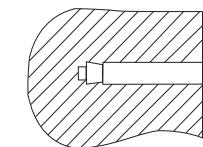

Рис. 5
2. После выбора места монтажа определите места под два крепежных болта с крюками (в зависимости от спецификаций выбранного изделия). Проделайте в стене два отверстия необходимой глубины с помощью сверла размером, соответствующим размеру крепежных болтов, вставьте винты, поверните крюк вверх, плотно затяните гайки, а затем установите на него электрический водонагреватель (см. рис. 5).